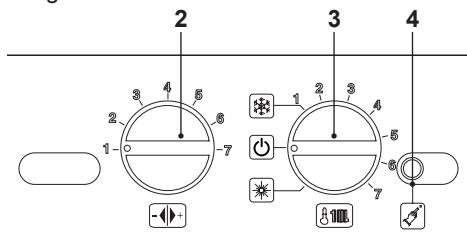

Figura 7.13
- Spegner la caldaia portando il selettore di funzione (3) sulla posizione  come in Figura 7.13.